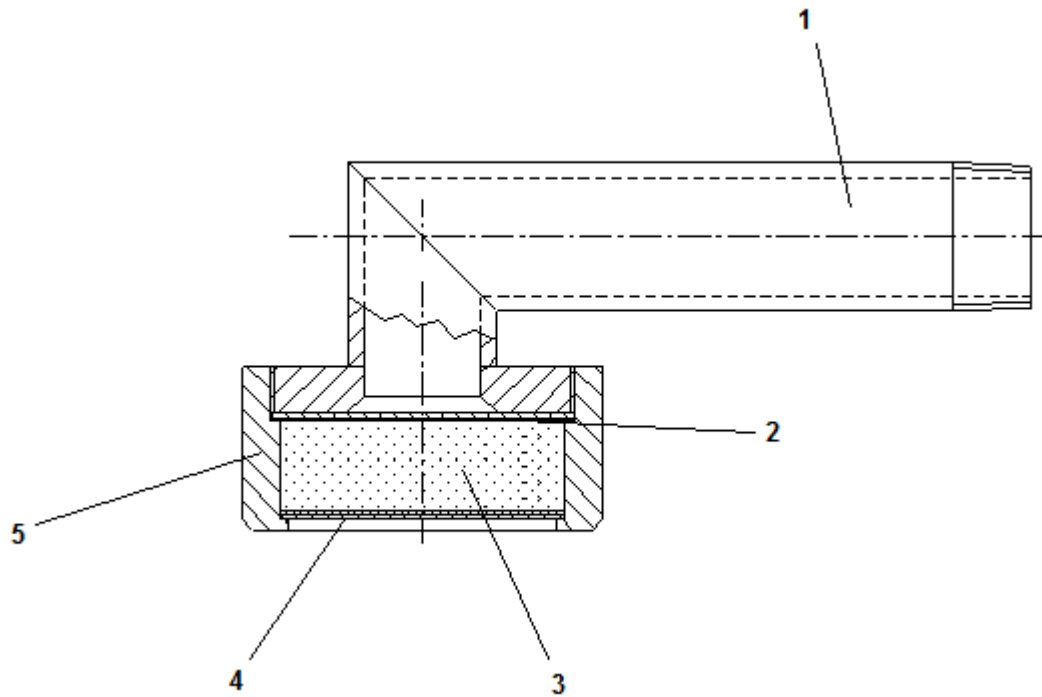

Рисунок 23.20. Схема конструкции фильтра запахов
**Фильтр запахов (см. рисунок 23.20.)**